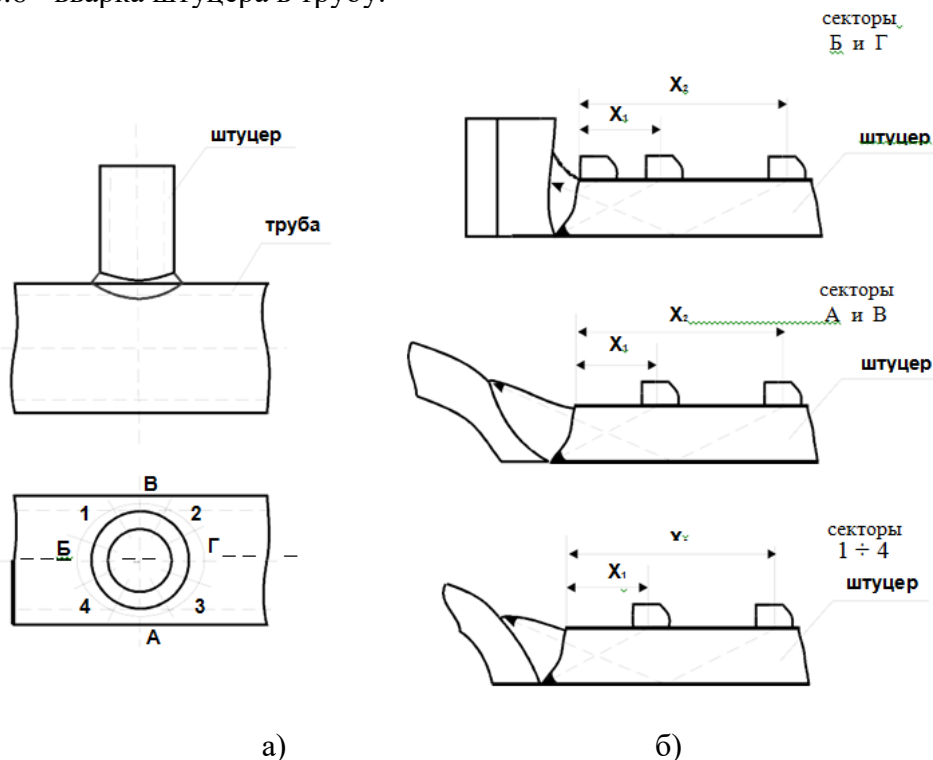

Рисунок 6.6 – Пример углового соединения: а) схема разметки на секторы; б) схема контроля по секторам
6.3.5 При контроле угловых сварных соединений цилиндрических (трубных) элементов выбор схемы контроля зависит от соотношения диаметров приваренного патрубка и обечайки (трубы). Типичный пример углового соединения представлен на рис. 6.6 - вварка штуцера в трубу.
6.3.6 Особенностью контроля подобных сварных соединений является то, что угол между свариваемыми поверхностями меняется от секторов А, В к секторам Б, Г в сторону увеличения, которое может достигать 300 и более (рис. 6.6).
Ширина валика усиления также меняется в различных секторах: в секторах А и В она может быть в 1,5 раза больше, чем в секторах Б и Г, поэтому при сканировании следует учитывать, что при попадании прямым лучом в корень и однократно отраженным - в усиление шва - расстояния x_1 и x_2 (рис. 6.6б) по поверхности контролируемого изделия будет неодинаковым в различных секторах шва, и определяются они расчетным путем.